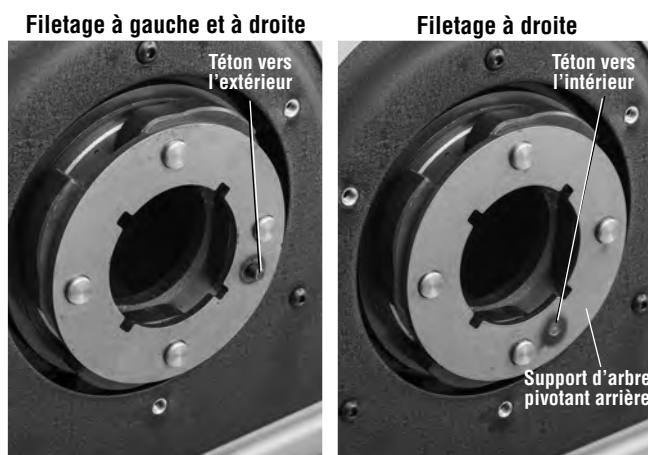

Figure 25B – Orientation du téton du support d'arbre pivotant arrière
- d. Positionnez le support d'arbre pivotant arrière de manière à ce que son téton soit orienté vers l'extérieur, puis réinstallez-le (Figure 25B).
- g. Pour revenir au filetage exclusivement à droite, retournez le support d'arbre de pivotement de manière à ce que son téton soit orienté vers l'intérieur, puis réinstallez-le (Figure 25B).